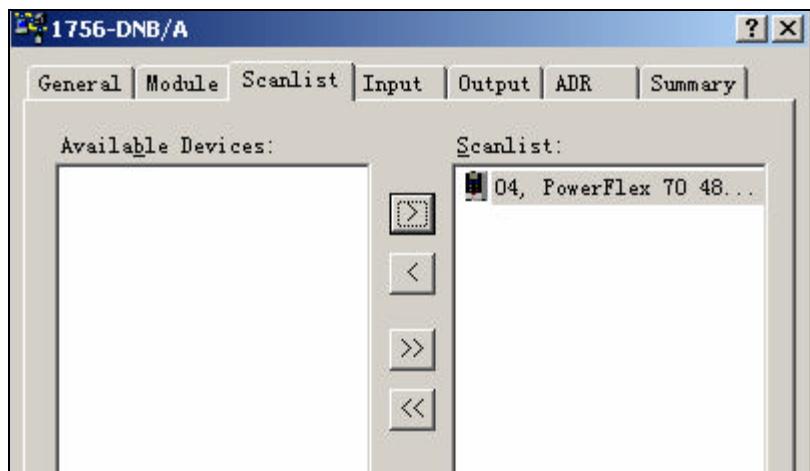

图 4-21 将 PF70 放入扫描列表
14. 组态扫描器 Scanlist (扫描列表)。单击扫描列表选项卡，将看到所有设备在可用设备窗口中。用户可单击可用设备窗口中设备图标，使用单箭头将 4 号节点 PowerFlex 70 添加到 Scanlist (扫描列表) 中，如图 4-21 所示。